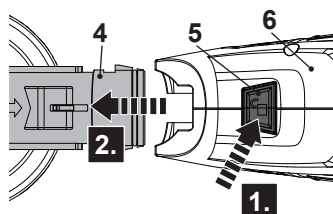

Fig. 12
- > Relâchez la gâchette (9) pour éteindre le produit.
- > Videz toute la peinture restante dans un autre récipient pour vider le réservoir de peinture (12). Nettoyez soigneusement le réservoir de peinture à l'aide d'un agent de nettoyage adapté ne contenant pas d'huile.
- > Remplissez progressivement le réservoir de peinture avec l'agent de nettoyage, pressez la gâchette (9) pour allumer le produit et pulvérisez l'agent de nettoyage à travers la buse de pulvérisation (3) / l'aiguille de buse (4a) jusqu'à ce que l'agent de nettoyage sorte sous forme de brume propre et transparente.
- > Appuyez sur le déclencheur (5) (Fig.12, étape 1) et faites-le glisser vers l'extérieur pour séparer la tête de pulvérisation (4) de la partie arrière du pistolet de pulvérisation (6) (Image 12, étape 2).